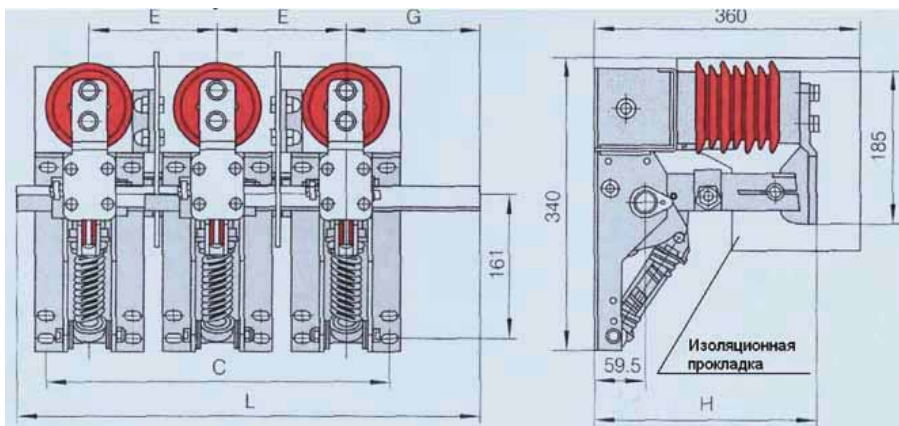

Рис. 5.1 Внешний вид и размеры заземлителя
5.1 Внешний вид и размеры заземлителя (см. рис. 5.1)